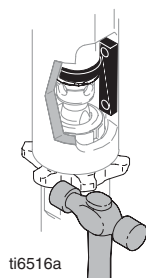

Fig. 13
5. Fig. 13. Afloje la contratuerca. Desenrosque la bomba.